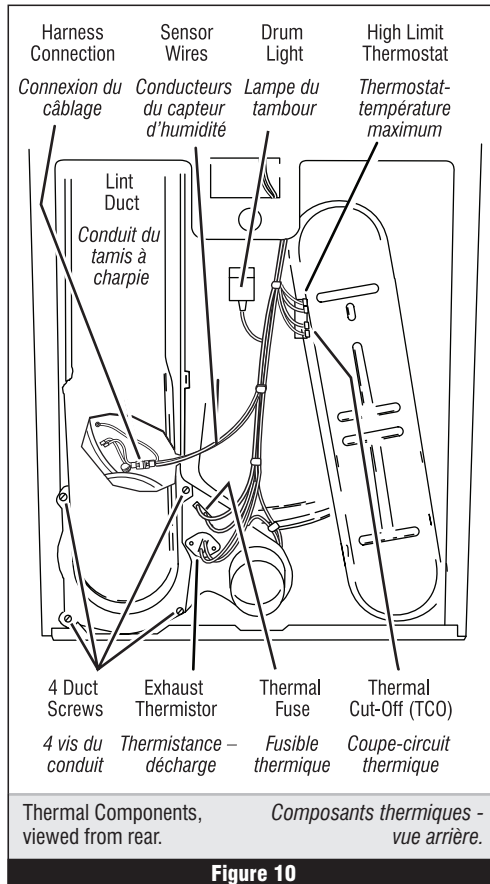

Figure 10
À l'aide de la figure 2, page 5 et de la figure 10, page 9, repérer les composants.
5. Identifier le thermostat de température maximum et le coupe-circuit thermique; voir la figure 10, page 9. Contrôler la continuité à travers eux : connecter l'instrument sur les broches rouge et bleue.
- Check wire connections at the machine control electronics and thermistor. See Accessing & Removing the Electronic Assemblies on page 14, and for thermistor location see figure 10.
- Contrôler les branchements sur les broches du module de commande électronique de la machine et la thermistance. Voir Modules électroniques – Accès et dépose page 14, et la figure 10 pour l'emplacement de la thermistance.
2. Access the thermal fuse by first removing the back panel. See Removing the Back Panel, page 15; and for thermal fuse location see figure 10, page 9.
3. Using an ohmmeter, check the continuity across the thermal cut-off. See figure 10, page 9 for location.
2. Ôter le panneau arrière pour accéder au fusible thermique. Voir Dépose du panneau arrière, page 15, et la figure 10, page 9, pour l'emplacement du fusible thermique.
3. À l'aide d'un ohmmètre, contrôler la continuité à travers le coupe-circuit thermique; voir sa position à la figure 10, page 9.
- Remove four screws from bottom of the duct in rear. See figure 10, page 9.